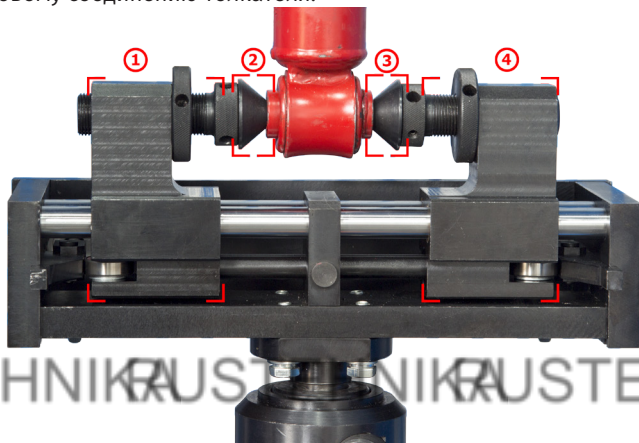

Рис. 4 – Зажим пневматический нижний
- 1** – зажим пневматический верхний; **2** – зажим пневматический нижний (см. рис. 4);